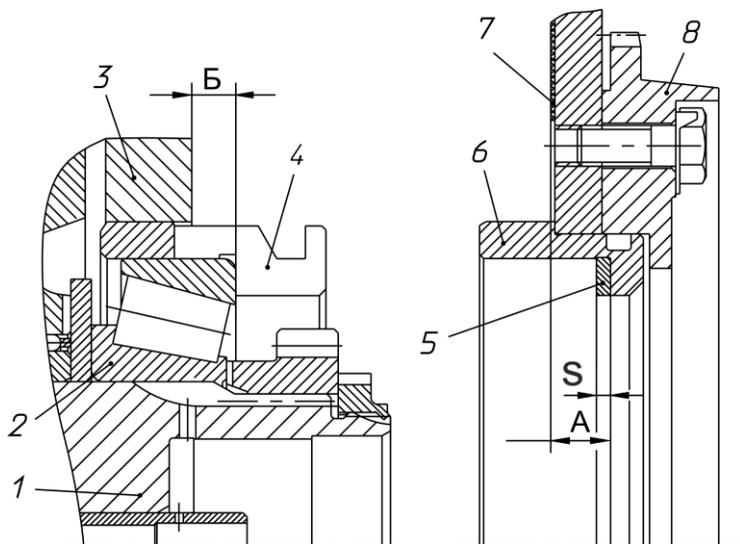

Рисунок 17 – Подбор толщины регулировочных прокладок:
3.3 Замерить абсолютные величины размеров А (между торцами уплотнительной прокладки и гнезда подшипника) и В (между торцами картера и подшипника с использованием технологической оправки) рисунок 17. При этом торец ступицы синхронизатора 4-5 передач должен быть плотно (под усилием собственного веса вала) прижат к торцу технологического приспособления, а наружное кольцо заднего подшипника - к роликам.
4. Демонтировать технологическую оправку 2 (рисунок 17), после чего демультипликатор с гнездом подшипника и регулировочной прокладкой, индивидуально обработанной по п. 3 и установленной к торцу гнезда, пристыковать к картеру КП, обеспечив затяжку болтов крепления демультипликатора к КП с моментом затяжки $M_{кр}$ от 215,74 (22) до 245,2 (25) Н·м (кгс·м). Перед установкой демультипликатора, на уплотнительную прокладку 7 с обеих сторон нанести герметик УГ-9 ТУ 2257-407-00208947-2004 или УГ-6 ТУ 2257-405-00208947-2004 непрерывной полосой шириной 2...3 мм по контуру.